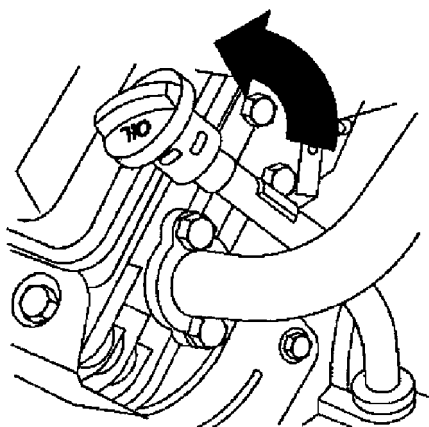

図 1
2. ディップスティック（図1）を抜き、ウェスで拭いてからもう一度根元まで確実に差し込んで引き抜き、オイルの量を点検する。